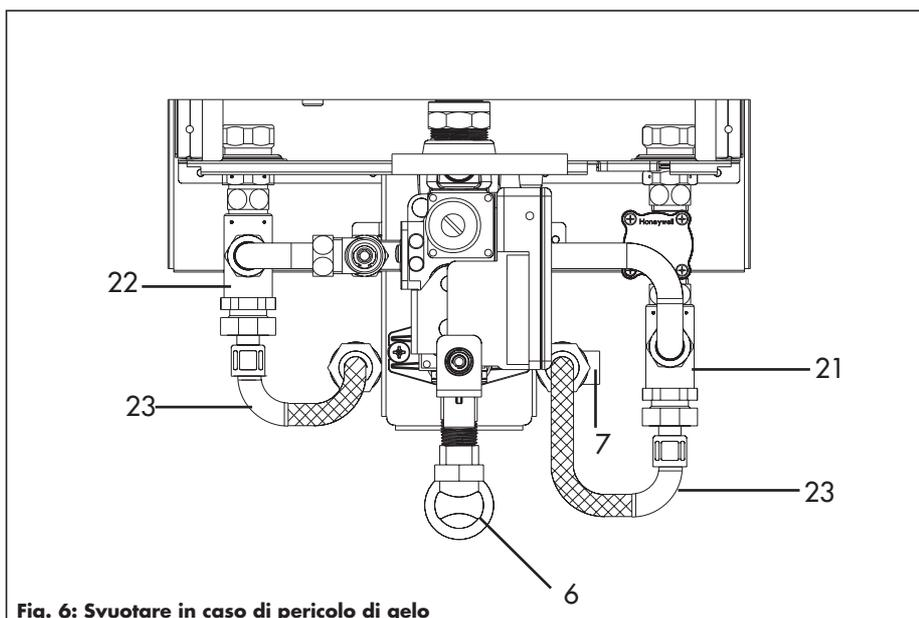

Fig. 6: Svuotare in caso di pericolo di gelo
- Chiudere il rubinetto di intercettazione del gas (**6**) (vedi fig. 6) e la valvola di intercettazione dell'acqua fredda (**7**), girandoli verso destra fino all'arresto.